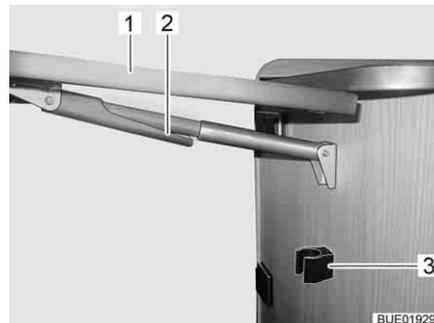

Fig. 27 Plegar la mesa de bar plegable
- Agarrar el extremo de la mesa de bar plegable (Fig. 27,1) y levantar la misma un poco. Con la otra mano girar la fijación (Fig. 27,2) en el soporte telescópico hacia abajo.
- Girar el tablero de la mesa hacia abajo hasta que engatille la fijación del soporte telescópico en el soporte (Fig. 27,3).